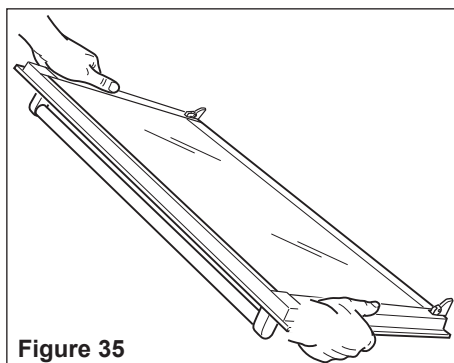

Figure 35
- Hold the door firmly (fig. 35).